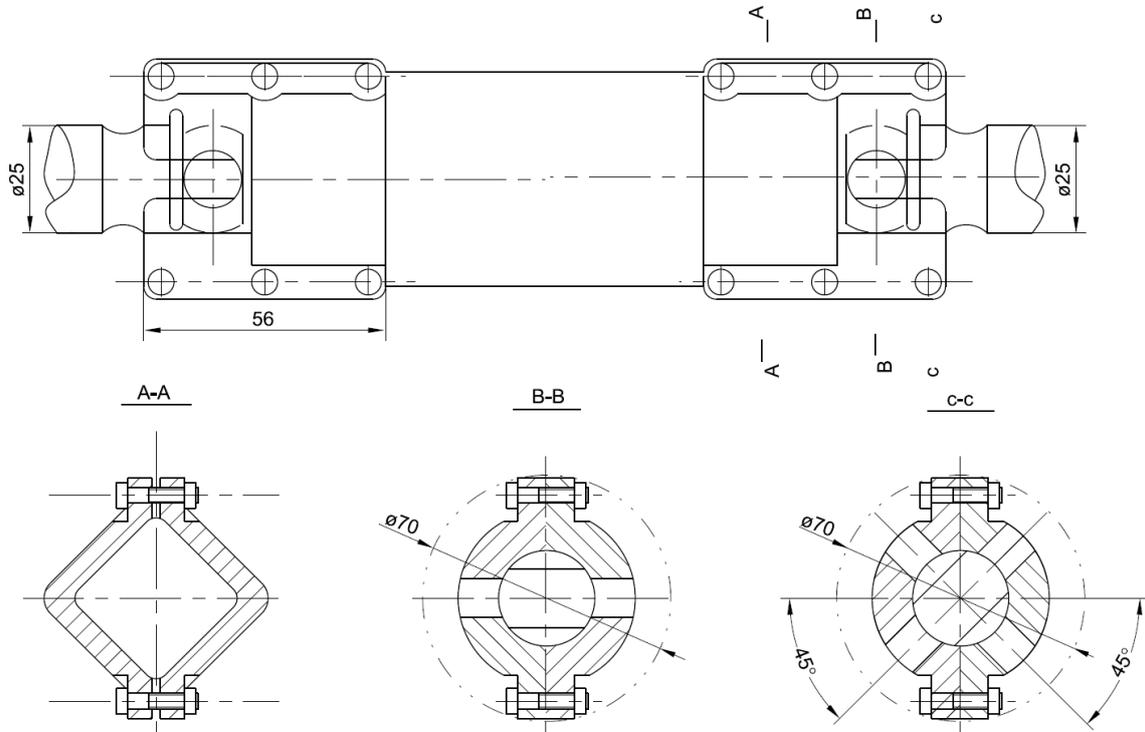

图 23
2. 按华明电动机构使用说明书进行传动轴和电动机构，分接开关进行联接（图 23）。